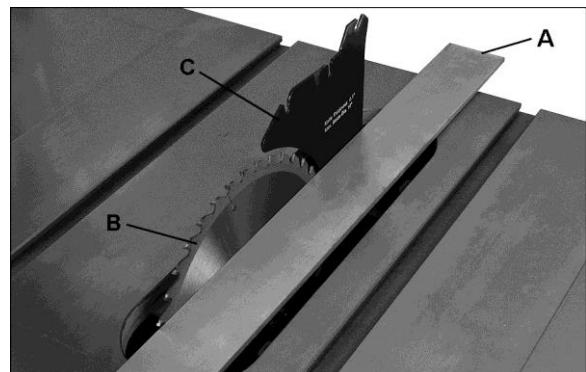

Рис. 20
2. Поместите линейку (см. рис. 20) на столе, так что бы край упирался в пильный диск (В, рис 20) и расклинивающий нож (С, рис. 20). Поверните пильный диск так, чтобы верхняя часть зuba пильного диска касалась линейки. Пильный диск и расклинивающий нож должны быть на одной линии.